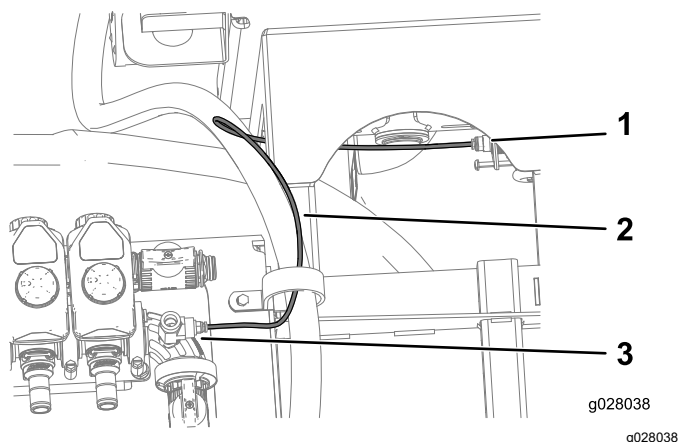

Figure 38
4. Reliez le tube transducteur de pression au coupleur du raccord en T dans le raccord à 90° et au coupleur du manomètre (Figure 38).